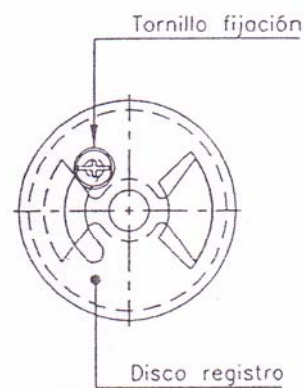

fig.3
- Réglez l'entrée de l'air primaire dans les brûleurs principaux, selon ce qui est indiqué dans la table des caractéristiques. Pour cela, dévissez légèrement les vis de fixation du disque du registre (fig. 3). Lorsque vous aurez effectué le réglage, revissez la vis de fixation.